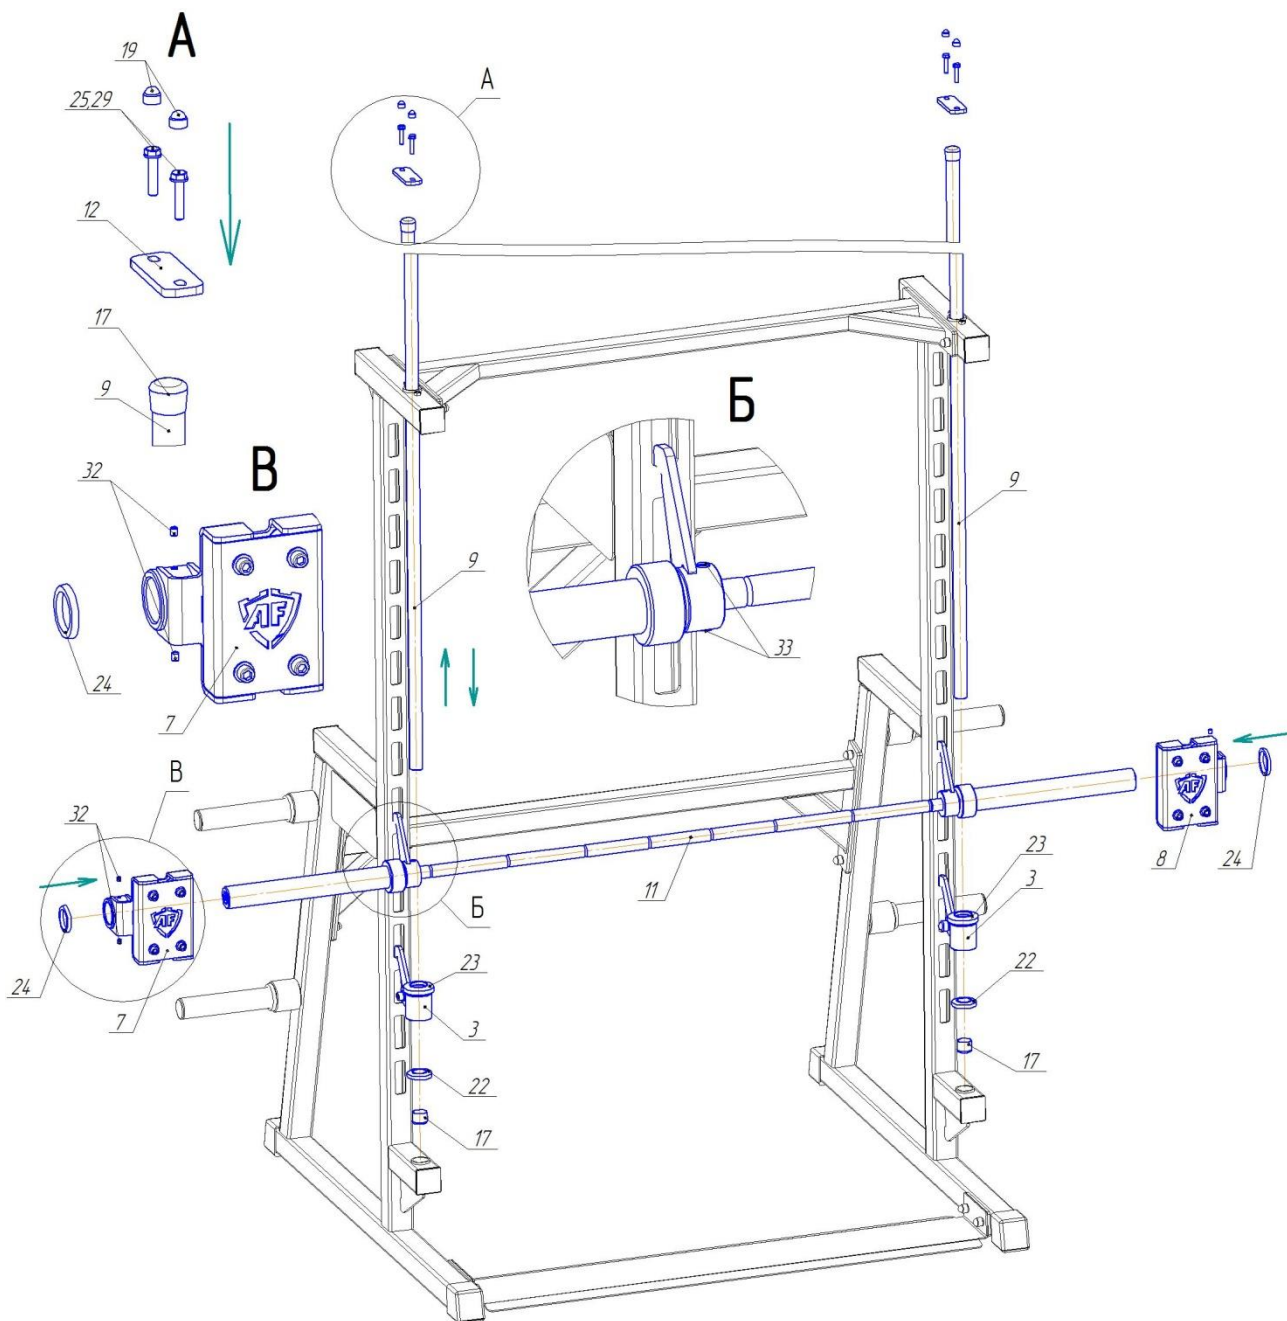

Рис. 7. Установка грифа, кареток
- 5.4.1 На конструкцию собранную в п. 5.1 установить гриф с крюками собранный в п. 5.3. Крюки грифа необходимо зацепить за прорези стоек рамы на высоте не менее 700 мм. Крюки грифа должны находиться посередине прорезей см. Рис.7-Б. Расстояние от втулок левого и правого крюка до соответствующих накопителей грифа должно быть одинаковым (примерно 3-5мм).
- 5.4.3 Установить детали поз. 7,8 (Каретка левая(правая) в сборе) на соответствующие накопители грифа до упора. Логотипы производителя на каретках должны быть ориентированы как показано на рис. 7.